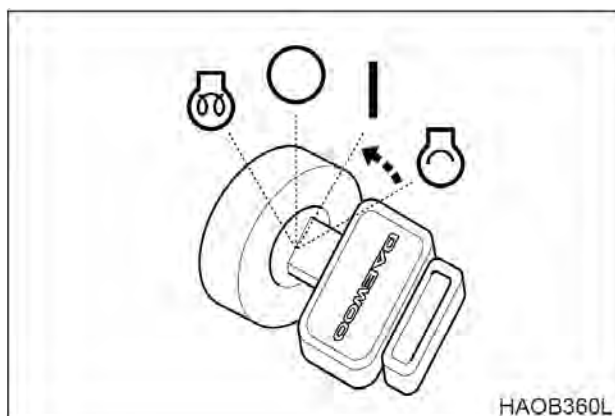

Рис. 5
5. После того, как двигатель запущен, отпустить ключ. Ключ вернется в положение "I" (Включен), рис. 5.